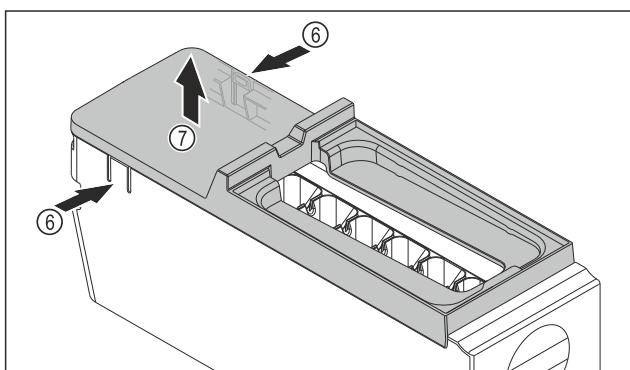

Fig. 107
- Ta bort skyddet på EasyTwist-Ice-enheten: Tryck på skenorna Fig. 107 (6) på båda sidor av EasyTwist-Ice-enheten med en hand.
- Ta bort skyddet Fig. 107 (7) uppåt med andra handen.